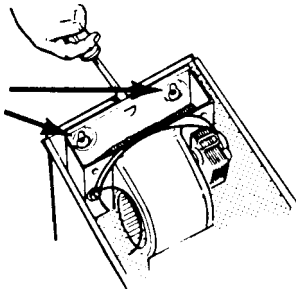

FIG. 2
3. Unhook hinge pins and lift heater assembly out of housing. (FIG. 2)
3. Desenganche los pasadores de la bisagra y levante el conjunto del calentador fuera de la caja. (FIG. 2)